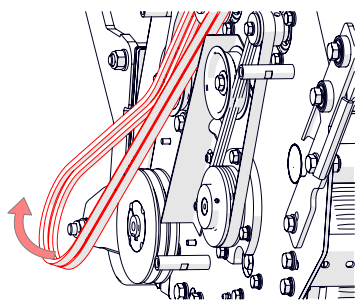

Fig. 18C - Rimuovere e sostituire la cinghia
6. Rimuovere la guida della cinghia semicircolare togliendo i due bulloni M6 [chiave da 10 mm] (Fig. 18B). Tenere lontana la puleggia tendicinghia. Rimuovere le cinghie (Fig. 18C).